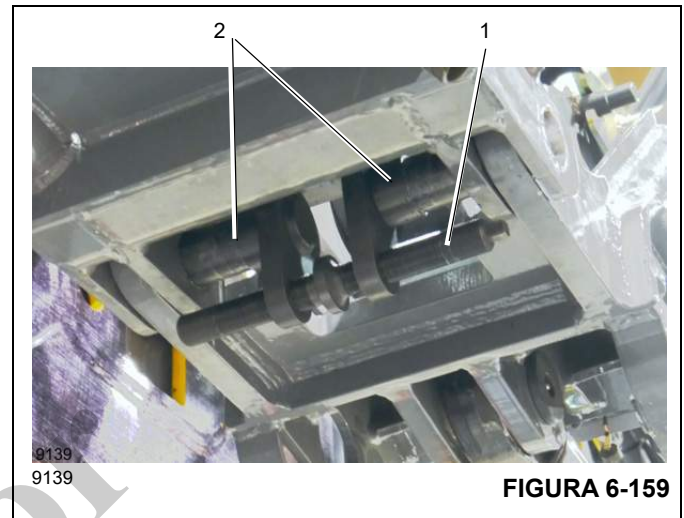

FIGURA 6-159
6. Usando un destornillador de golpe, gire el tornillo separador (1), (Figura 6-159), en sentido contrahorario para desconectar los pasadores inferiores (2), (Figura 6-159), entre la extensión de pluma de servicio severo y la extensión base de celosía.